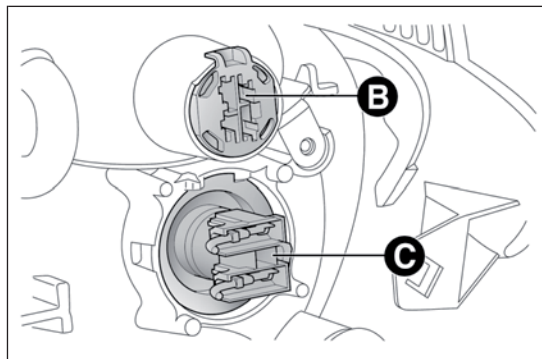

РИС. 136
- выньте патрон В РИС. 136, выньте лампу и замените;
- выньте патрон С РИС. 136, выньте лампу и замените;